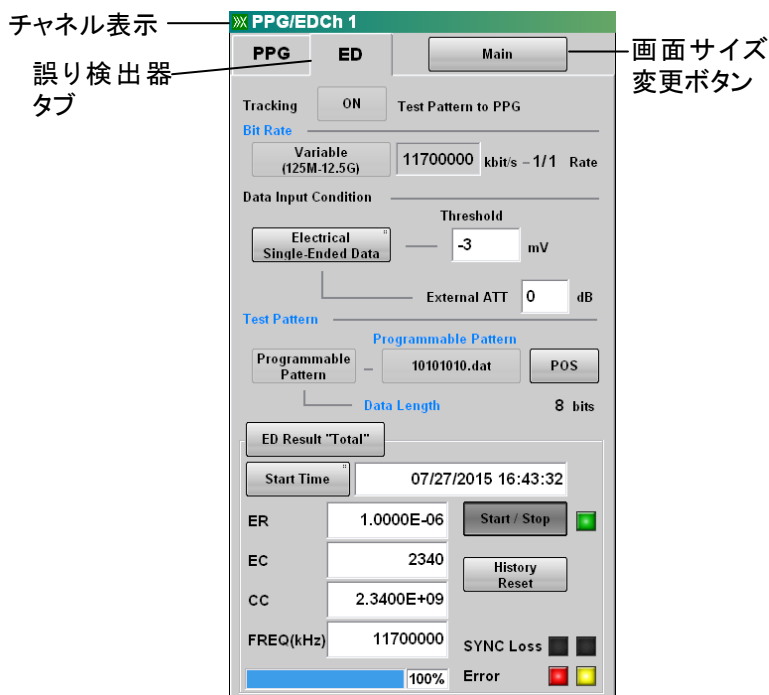

図6.1-1 誤り検出器パネル
2. [ED] をタッチすると, 図 6.1-1の画面が表示されます。
4. [Expand] をタッチすると, 図 6.1-1の画面に変わります。